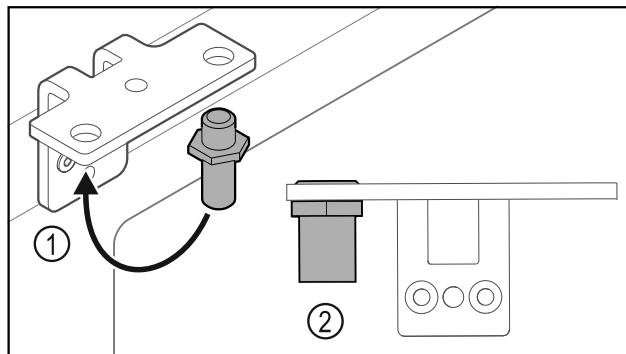

Fig. 24
- Premjestite svornjake Fig. 24 (1) u kutnim šarkama.
- Pritegnite svornjake Fig. 24 (2) **okretnim momentom od 12 Nm.**